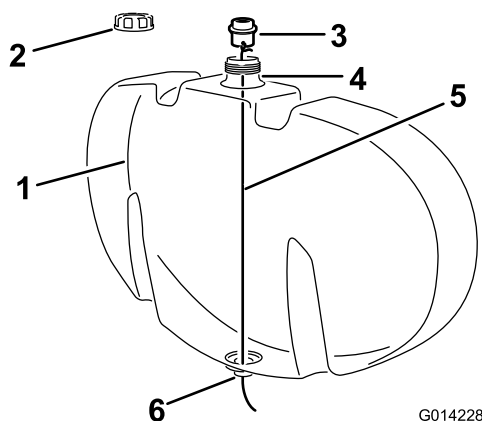

Figura 2
- B. Conecte un alambre, más largo que la altura del depósito, a uno de los orificios de la horquilla de retención del conector estanco (Figura 2).
- C. Retire el tapón de llenado del depósito de enjuague (Figura 2).
- D. Baje el alambre a través del orificio de llenado y páselo por el orificio abierto de la parte inferior del depósito (Figura 2).